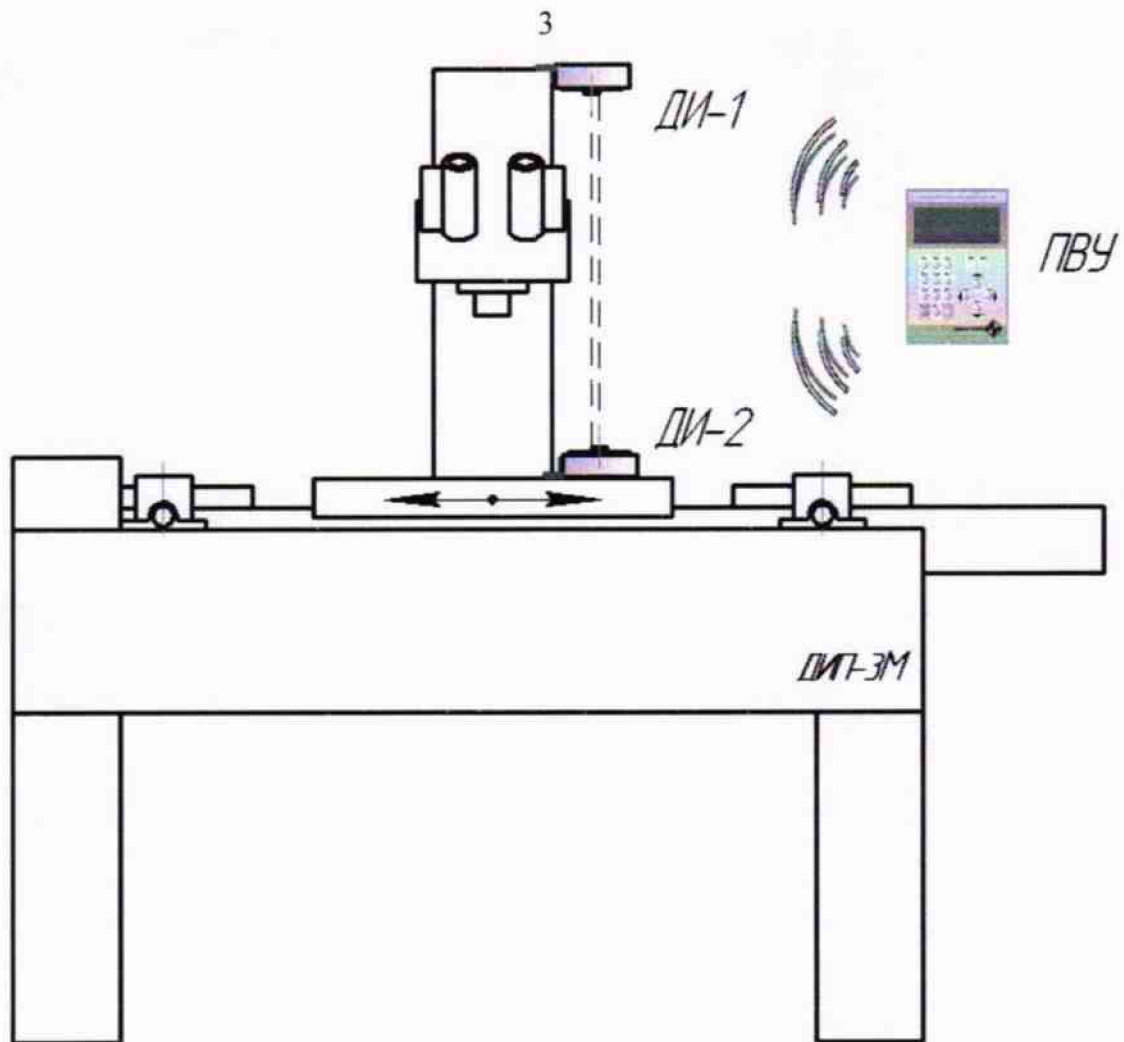

Рис. 1
5.2.1 Установить датчики системы на корпус микроскопа, как показано на рис.1.